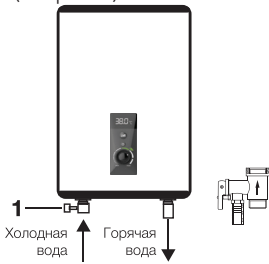

Рис. 1
- Предохранительный клапан следует устанавливать в месте входа холодной воды (см. рис. 1).